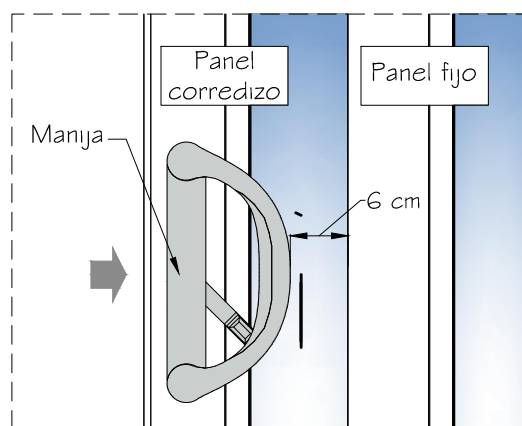

Figura 6.4
4. Se debe tener especial cuidado en asegurarse que al momento de abrir el panel corredizo, la manija quede a 6 cms de separacion del panel fijo, para que las manijas no tropiecen. (ver figura 6.4)